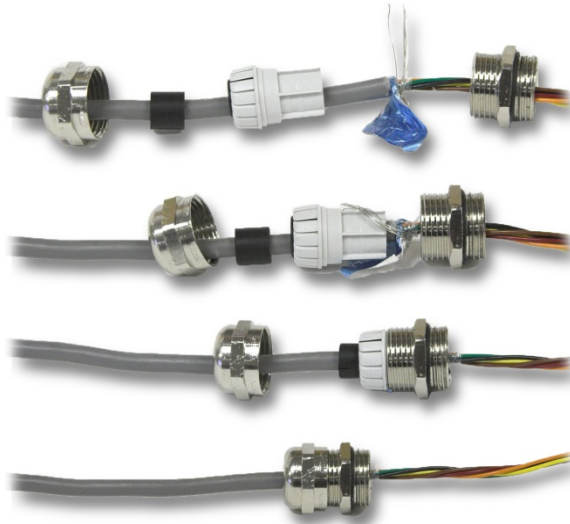
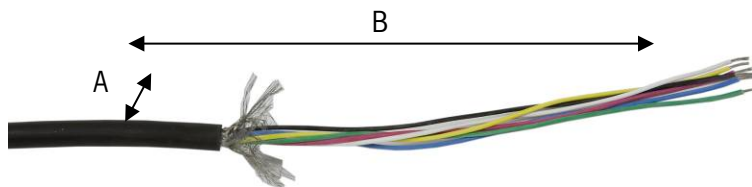
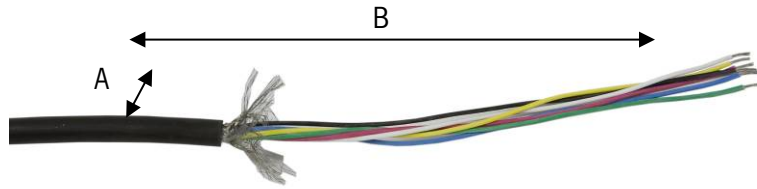

Abbildung 2-28: Erdung der Kabelabschirmung
Abbildung 2-35: Präparieren des Wägezellenkabels
Abbildung 2-38: Präparieren des Wägezellenkabels
- Die Kabelabschirmung sollte am Gehäuse geerdet werden, indem die Abschirmungsdrähte wie oben in Abbildung 2-28 gezeigt gespreizt und anschließend rückwärts über die Kunststoffkomponente des Kabelstutzens gebogen werden, bevor sie auf den Gewinderumpf gepresst werden.
Die Enden aller Wägezellenkabel wie in Abbildung 2-35 und Tabelle 2-4 dargestellt präparieren. Sicherstellen, dass die Abschirmung so wie in Abbildung 2-28 dargestellt am Kabelstutzen angeschlossen ist.
Die Enden aller Wägezellenkabel wie in Abbildung 2-38 und Tabelle 2-5 dargestellt präparieren. Sicherstellen, dass die Abschirmung so wie in Abbildung 2-28 dargestellt am Kabelstutzen angeschlossen ist.